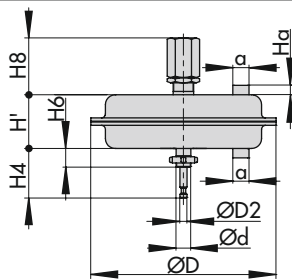

Bild 19: Typ 3271 mit Hubbegrenzung
1) beidseitige Hubverstellung, vgl. Bild 19